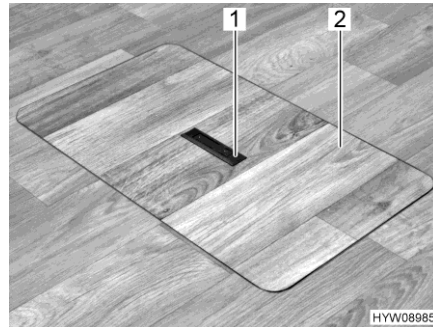
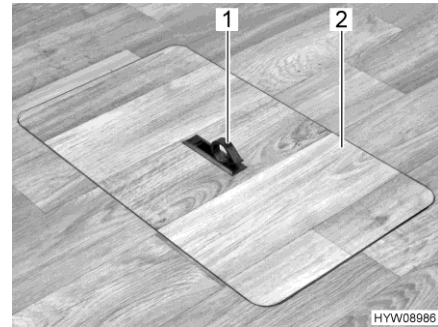

Fig. 52 Trappe de service (poignée encastrée)
Fig. 53 Trappe de service (poignée sortie)
- Pousser la plaque de la poignée (Fig. 52,1) vers le bas d'un côté. La poignée (Fig. 53,1) pivote vers le haut.
- Retirer la trappe de service (Fig. 53,2) par le haut.
- Placer la trappe de service (Fig. 53,2) dans le cadre pratiqué dans le plancher.